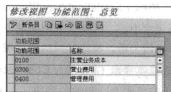

图 5-26 “修改视图功能范围：总览”界面
STEP 1 在命令栏输入 SPRO 命令，通过菜单选择“企业结构→定义→财务会计→定义功能范围”选项，进入“修改视图功能范围：总览”界面，如图 5-26 所示。